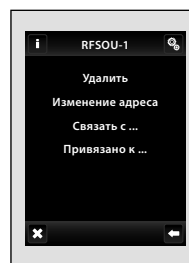
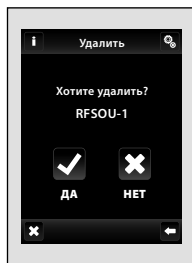
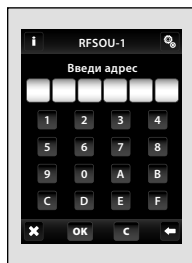

рис. 68
рис. 70
рис. 71
С помощью стрелок  можно найти и отобразить название или сетевой номер сенсора (рис. 66-67). Нажатием на название/ сетевой номер сенсора отобразится список возможностей (рис. 68):
• **Удалить** (рис. 70)
• **Изменение адреса** (рис. 71) (только у датчиков RF)
Нажатием на название или сетевой адрес датчика отобразите предложение (рис. 68): **Удалить** (рис. 70), **Изменение адреса** (рис. 71), **Связать с...** (рис. 72-73) и **Привязано к...** (рис. 74-75).